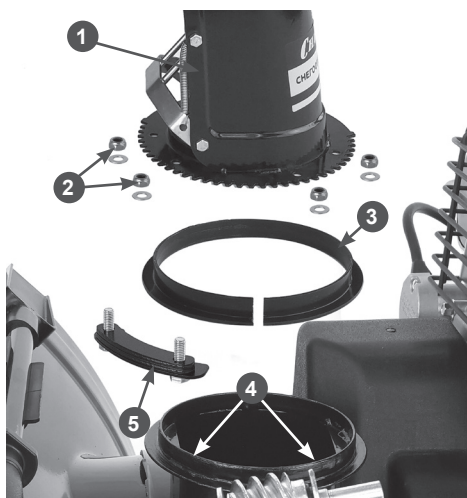

Рис. 18 Установка жёлоба выброса снега
- убедитесь, что пластиковое кольцо 3 установлено на фланце 4 отверстия выброса снега (Рис. 18);
- установите жёлоб 1 выброса снега, как показано на Рис. 18 и закрепите его с помощью пластин 5 с болтами и гаек 2 с шайбами (Рис. 18).